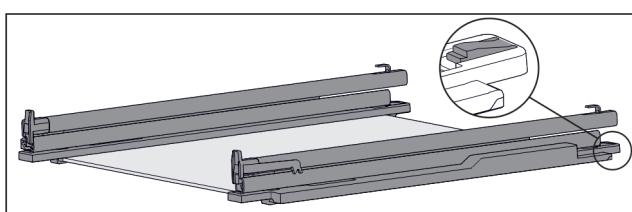

Fig. 116 Стъклена плоча с релси и задържащи части
- Натиснете надолу задържащата част отзад (виж Fig. 116) и едновременно с това избутайте релсата назад.